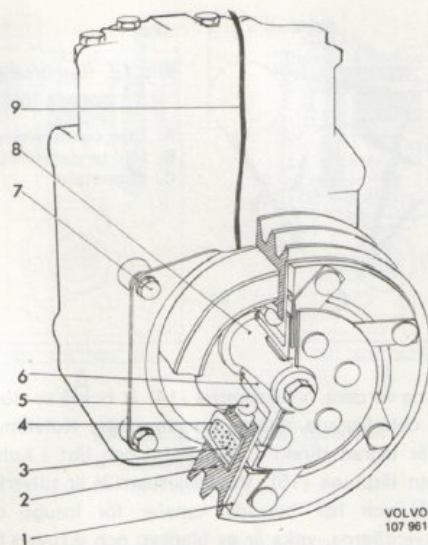
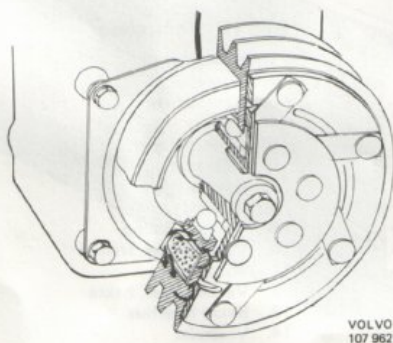

Bild 14. Kompressorkoppling (ingen ström genom magnetlindningen)
Bild 15. Kompressorkoppling (ström genom magnetlindningen).
Kompressorkopplingen är av elektromagnetisk typ med fast magnet. Elektromagneten består av en lindning (3 bild 14) lagd i en kärna (4) med U-profil, vilket gör att den fungerar som en hästkomagnet. Den roterande delen består av ett nav (6) fastsatt på kompressoraxeln (8), en yttre stålring (1) samt remskivan (2). Stålringen är flexibelt hopnitad med navet, medan remskivan är lagrad på detta med ett kullager (5).
Då bilens motor är igång men magnetkopplingen ej är tillkopplad är det endast remskivan som roterar (2 bild 14). När magnetlindningens strömkrets sluts, med strömbrytaren inne i vagnen, bildas ett magnetfält vilket drar den yttre stålringen mot remskivan (se pilarna, bild 15). Friktionen mellan remskivan och stålringen gör att denna, och därmed även kompressoraxeln, följer med remskivans rotation.